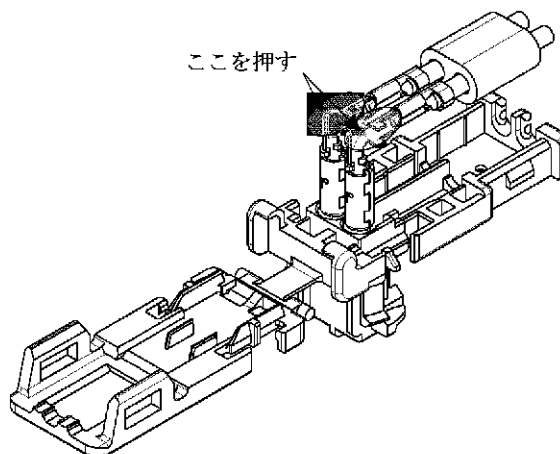

Fig. 13
- ①端子を指定の穴に、パチンという音がするまで装着して下さい。その際には、圧着部ではなく Fig. 13に示す部分を押して下さい。
- ②端子装着後、フェライトを所定の位置に納めて下さい。
- ③電線を軽く引張り、端子が抜け出てこないことを確認して下さい。